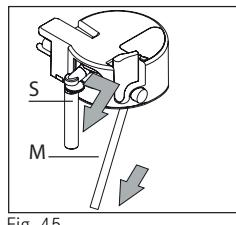
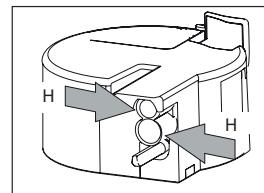
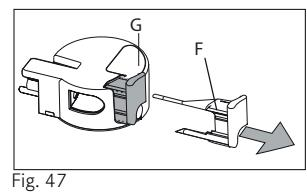

Fig. 45
Fig. 46
Fig. 47
- ▶ Scoateți duza pentru lapte și tubul de aspirație (Fig. 45).
- ▶ Scoateți regulatorul pentru spuma de lapte (F) trăgându-l spre exterior.
- ▶ Spălați foarte bine toate componentele cu apă fierbinte și cu detergent lichid delicat. Verificați să nu existe reziduuri de lapte rămase în orificiile (Fig. 46) și în canelura de pe capătul fin al regulatorului pentru spuma de lapte (Fig. 47).